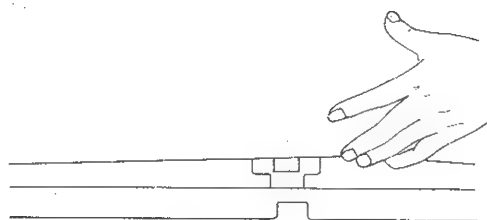

Abbildung 24
- (6) Das Blatt vom Schreibblatthalter abnehmen. (Abbildung 24)